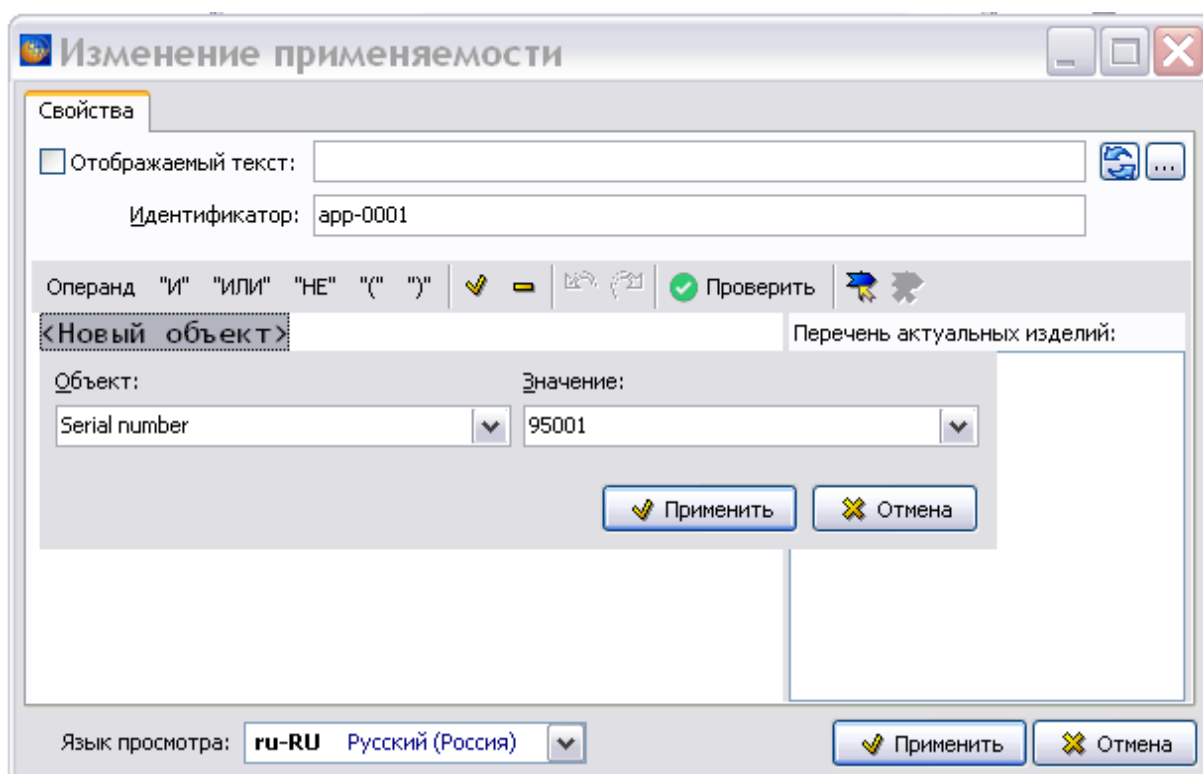

Рис. 22.51
2. В выпадающем списке поля **Объект** выберите атрибут, например «Serial number», или условие. В выпадающем списке поля **Значение** выберите значения атрибута/условия (Рис. 22.51).